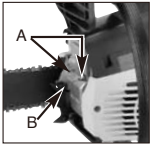

Fig. 17A
- Fjern de 2 boltene (A) og trekk lyddemperen ut. (Fig. 17A).